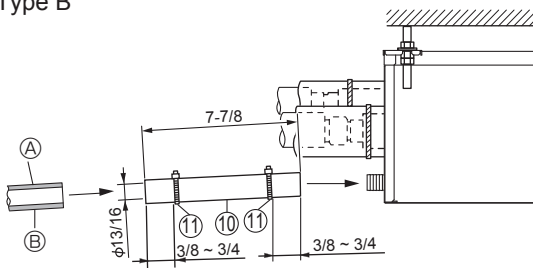

Fig. 8-1
- (1) Poser un adhésif en PVC (à acheter localement) sur le raccordement d'écoulement du boîtier de dérivation et insérer le tuyau de vidange raccordé ⑩ dans le raccordement, aussi loin que possible. (Fig. 8-1)
- (2) Insérer un tuyau en PVC dur (O.D. 13/16 pouce, 20 mm, à acheter localement) dans le tuyau de vidange raccordé ⑩ et appliquer de la colle pour les maintenir ensemble. (Fig. 8-1)
- (3) Fixer une sangle ⑪ au tuyau de vidange raccordé ⑩ (Fig. 8-1)